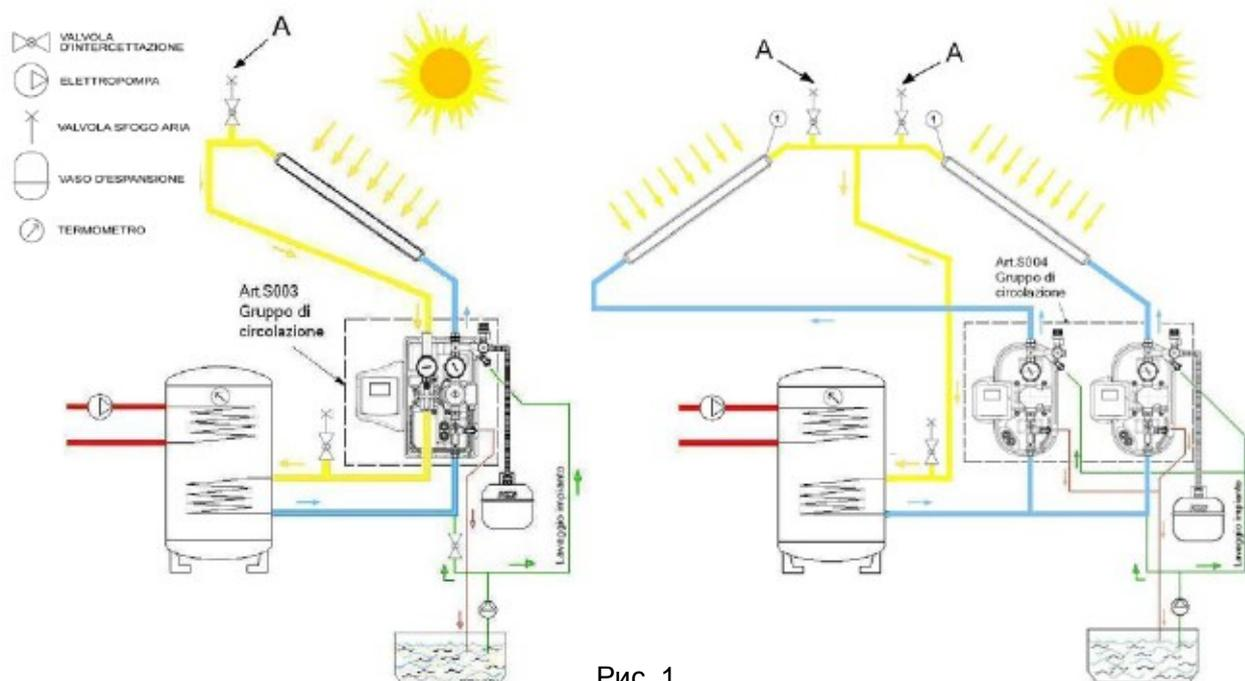

Рис. 1
1. Открыть запорные клапаны с воздухоотводчиками (Рис.1), эти клапаны должны быть расположены в самой высокой точке системы, чтобы оптимизировать их функции выброса воздуха из контура.
6. Перейти к заполнению системы до тех пор, пока воздух не перестанет выходить из клапана сброса воздуха (Рис.1).
8. Закройте запорные клапаны, воздухоотводчика А(Рис.1).
7. Открыть запорные клапаны воздухоотводчиками (Рис.1) удалить остаток воздуха из системы, а затем закрыть клапаны.
11. После первых часов работы, солнечная система должна быть освобождена от воздуха еще раз при помощи воздухоотводчика (Рис.1), либо устройства сброса воздуха 8 (Таб.1) если имеется.
1. Открыть запорные клапаны с воздухоотводчиками (Рис.1).